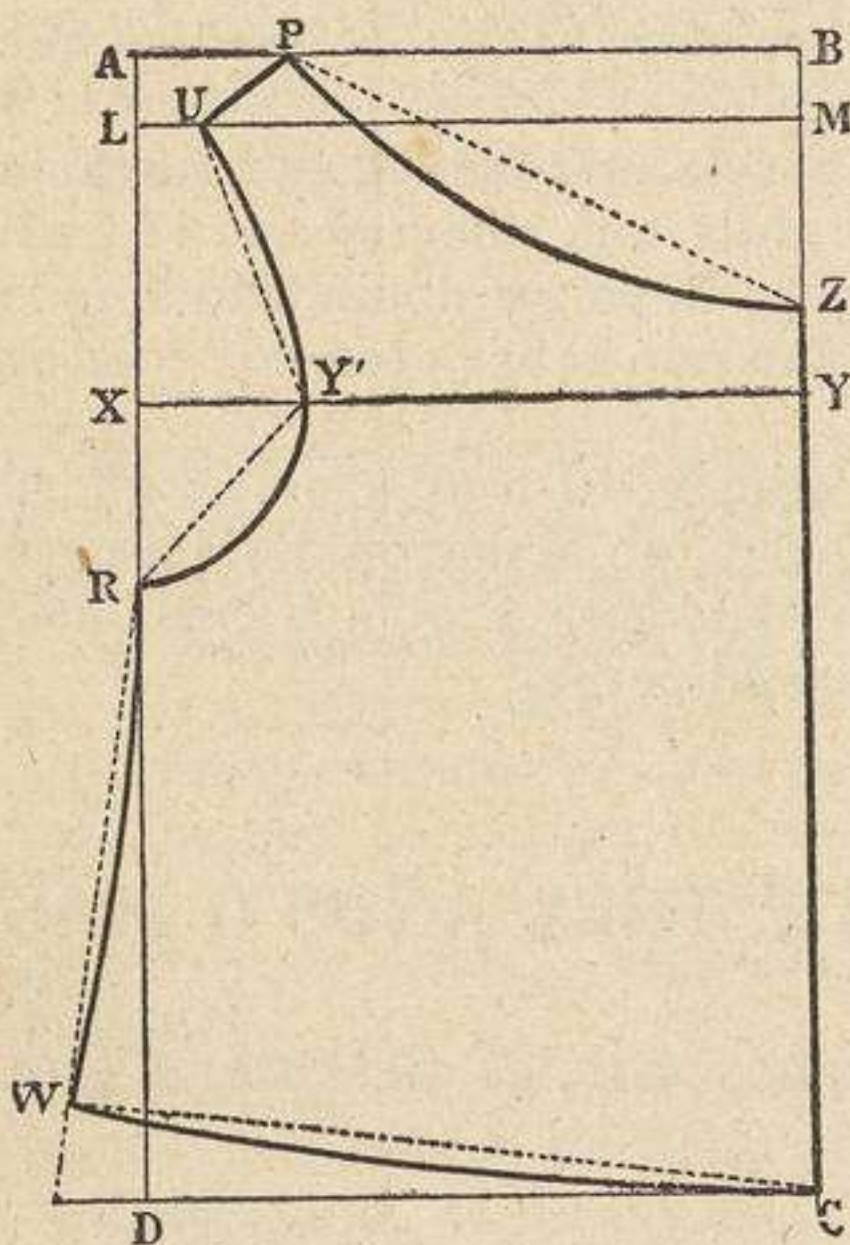

Fig. 147 ( $\frac{1}{5}$  del tamaño real).
**Rectángulo ABCD.**—Se traza un rectángulo ABCD (fig. 147), que tenga 27 cms. de alto por 16 de ancho.